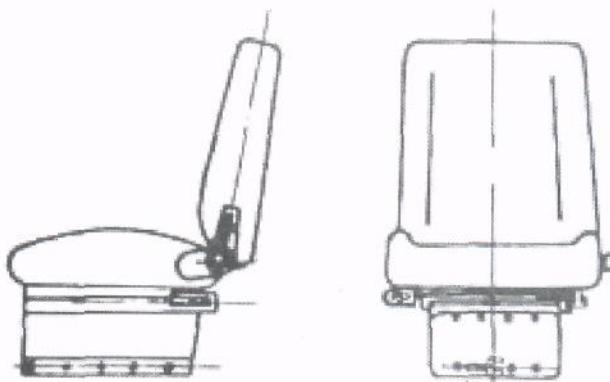

Рис. 6
- Регулировка места оператора (см. рис. 6)